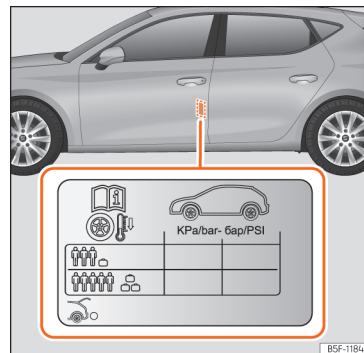

Abb. 234 Einbauort des Aufklebers für den Reifendruck.
- Passen Sie bei größerer Zuladung den Reifendruck entsprechend an »» **Abb. 234.**
Die Angaben zum Reifendruck befinden sich auf einem Aufkleber an der B-Säule der Fahrertür »» Abb. 234.
Der Reifendruck muss der aktuellen Fahrzeugbelastung angepasst werden. Wenn das Fahrzeug voll beladen werden soll, muss der Reifenfülldruck entsprechend dem auf dem Reifenfülldruck-Aufkleber »» Abb. 234 angegebenen maximalen Wert erhöht werden.
von 4,2 bar, gemäß Angabe auf dem Aufkleber mit den Reifendruckwerten »» Abb. 234.
- Der Fahrer ist verantwortlich für den richtigen Reifenfülldruck an allen Reifen am Fahrzeug. Der empfohlene Reifenfülldruck befindet sich auf einem Aufkleber »» Abb. 234.
- Immer den richtigen Reifenfülldruck am kalten Reifen einhalten, wie auf dem Aufkleber angegeben »» Abb. 234.